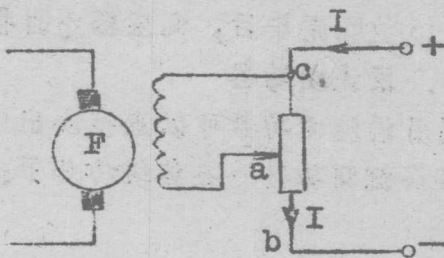

图 0-7
(2) 在图 0-7 所示电路中，当可移动触头 a 移到接近 b 时，流经激磁绕组的电流增加，这时合成电流 I 增加，所以选择变阻器的电流时应考虑到当 a 趋近于 b 时，合成电流不超过变阻器的额定电流。
(3) 使用时应明确滑动触头的位置对电阻器的影响，即应弄清这时滑动触头在什么位置电阻最大，在什么位置电阻最小。
(4) 搬移滑线变阻器时不允许用手提横梁，否则将造成横梁弯曲使滑动触头的接触不好。